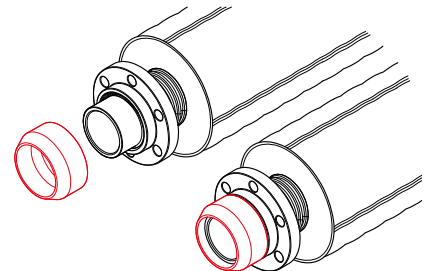

Рис. 4.5.6
6. Надеть на выступающий патрубок втулки графитовое кольцо широким концом по направлению к фланцу (рис. 4.5.6).